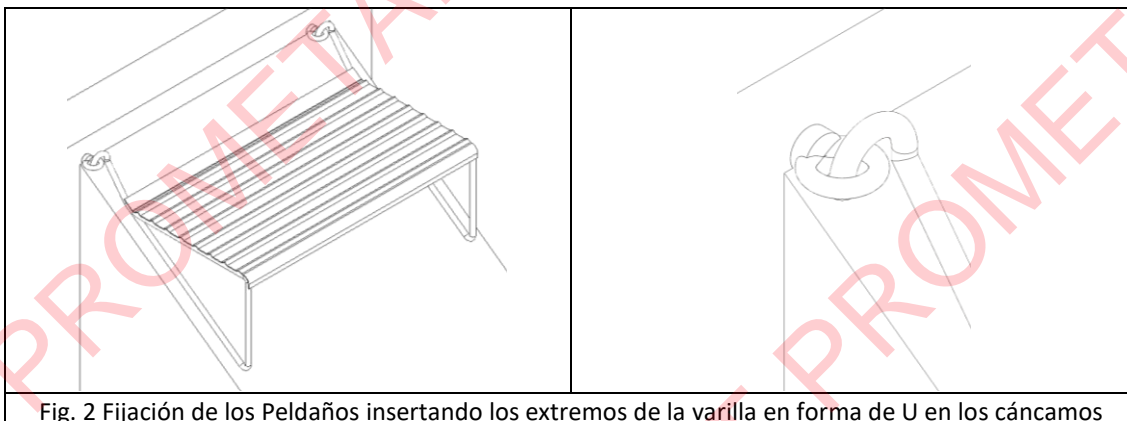

Fig. 2 Fijación de los Peldaños insertando los extremos de la varilla en forma de U en los cáncamos
2. La fijación de los peldaños consiste en insertar los extremos de la varilla en forma de "U" en los soportes de sujeción, también conocidos como cáncamos. (Fig. 2).